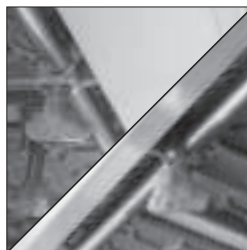

Fig. 35
- Dévissez les deux vis de blocage (une à l'avant et une à l'arrière de l'outil) sous le côté gauche de la table de l'outil (**Fig. 35**).